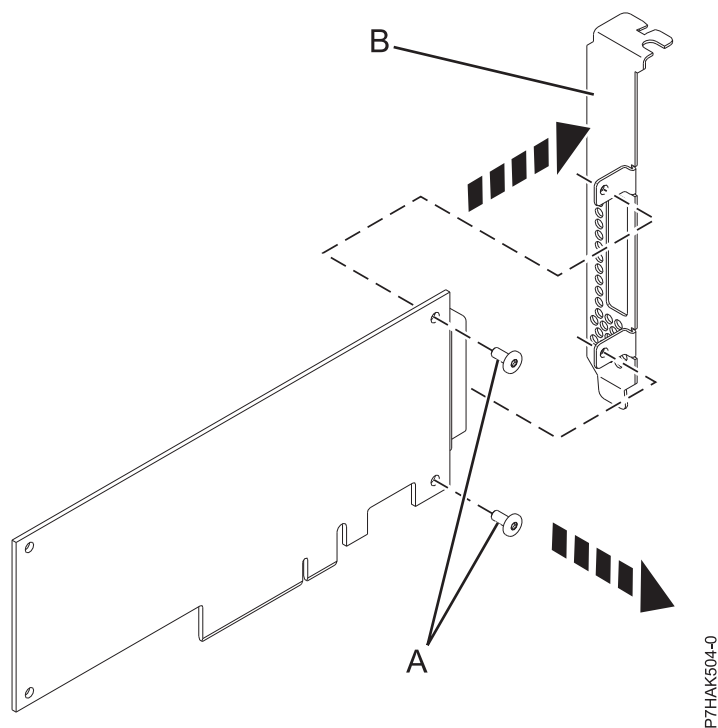

図 12. 新しい PCI アダプターからのハイプロファイル・テール・ストックの取り外し
7. 図 12 に示すように、プラスのねじ回しを使用して、テール・ストック (B) を新しい PCI アダプターに取り付けている 2 個の留めねじ (A) を外します。